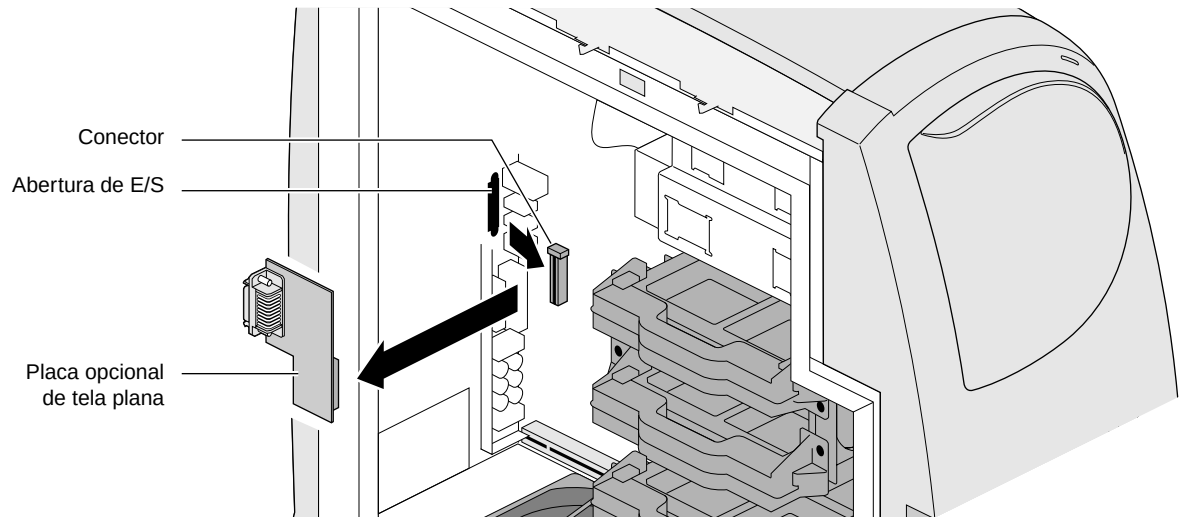

Figura 5-13 Removendo a placa opcional de tela plana
9. Remova a placa opcional de tela plana puxando-a em sua direção para desconectá-la da placa do sistema, como mostrado na Figura 5-13.